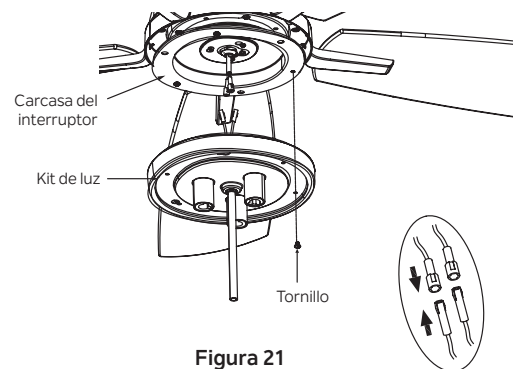

Figura 21
Paso 1. Sostenga el kit de luz cerca de la carcasa del interruptor y conecte los cables BLANCOS del kit de luz y el ventilador juntando los conectores. Siga el mismo procedimiento con los cables NEGROS. (Figura 21)
Paso 2. Introduzca las conexiones cuidadosamente en el kit de luz. Quite uno de los tres tornillos preinstalados en la carcasa del interruptor y guárdelo para usarlo más adelante. Afloje los otros 2 tornillos (no los quite). Coloque los dos orificios de la ranura del kit de luz sobre los 2 tornillos que se aflojaron previamente de la carcasa del interruptor. Gire el kit de luz hasta que encaje en su lugar en el extremo estrecho de los orificios de llave. Fije apretando los 2 tornillos previamente aflojados y el que quitó previamente. (Figura 21)